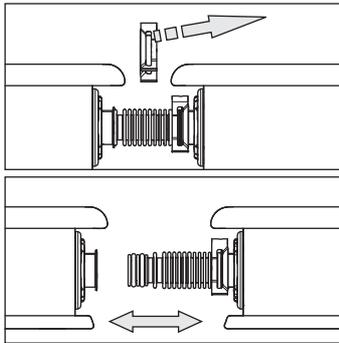
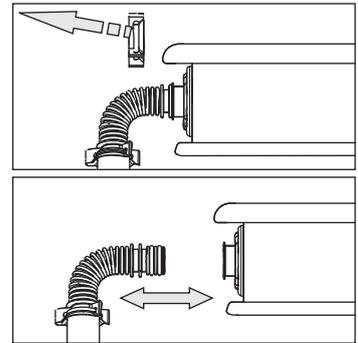

Fig. 3-67 Fase di lavoro 1
Fig. 3-68 Fase di lavoro 2
1. Premere e sfilare le graffe di fissaggio dalla posizione di arresto (fig. 3-67 e fig. 3-68).
2. Sfilare le curve di collegamento (fig. 3-68).